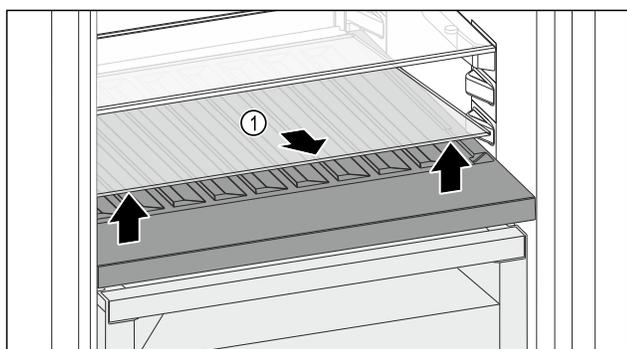

Fig. 108
- ▶ Soulever la plaque de verre Fig. 108 (1) au niveau de l'évidement avant et la retirer.
- ▶ Entreposer la plaque de verre Fig. 108 (1) dans un endroit sûr hors de l'appareil.